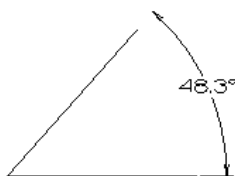

图 4.1.21 第一个
- ☒ ☐ 第一个 单选项：用于设置显示标注文字第一端的尺寸界线，如图 4.1.21 所示。